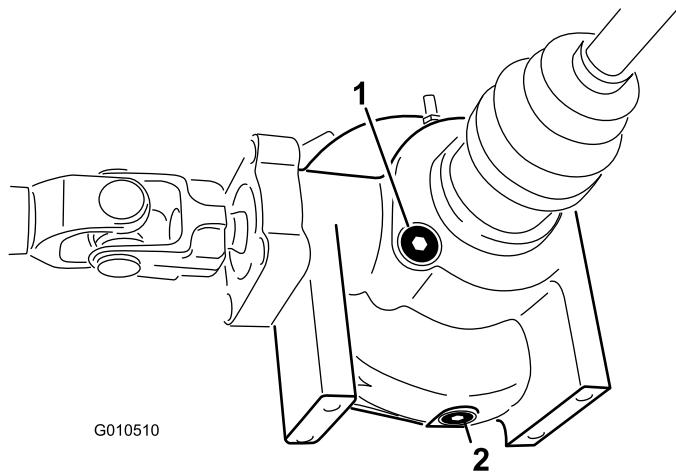

図 52
- デファンシャル側面にあるドレンプラグの周辺をウェスできれいにぬぐう 図 52。